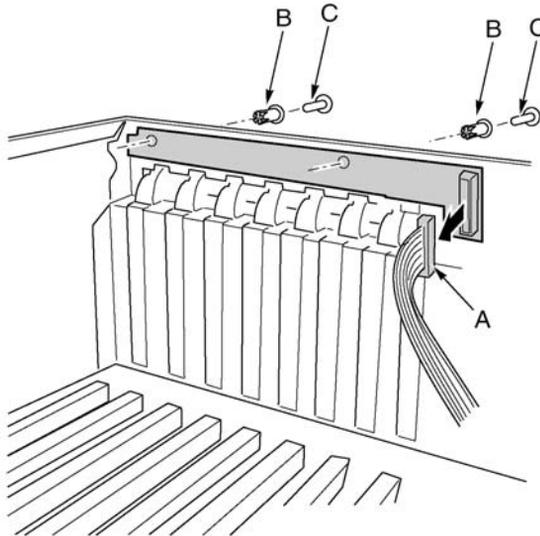

Abbildung 57 - Entfernen des Hot-Plug-Anzeigeboards
- 3 Entfernen Sie die beiden Plastiknieten, die das Board am Elektronikschacht befestigen (Abbildung 57, C).